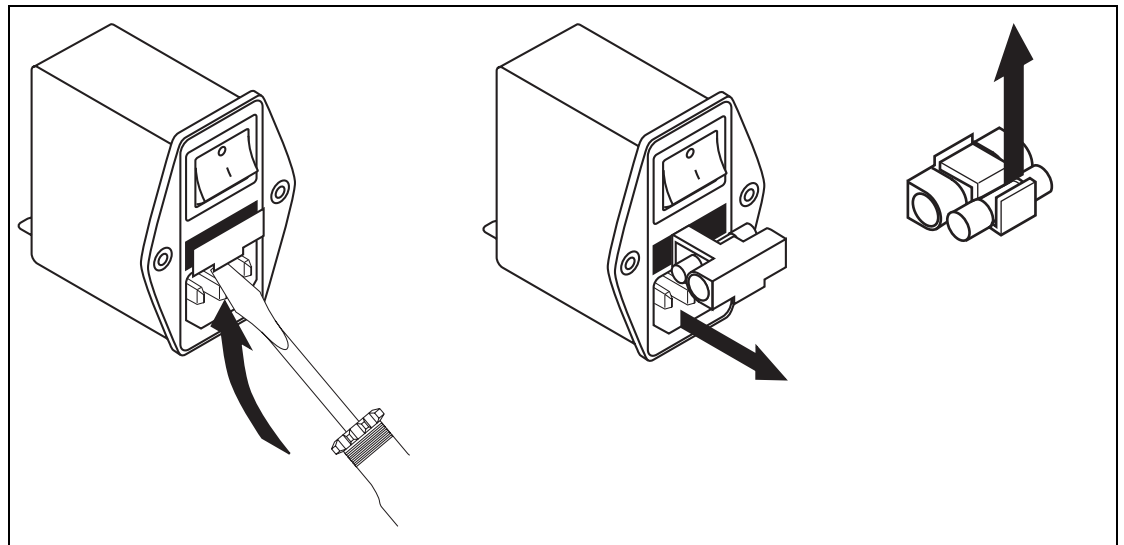

Bild W-2 Netzanschluß mit Spannungswähler und Schmelzeinsatz (Sicherung)
**Um den Schmelzeinsatz zu wechseln, gehen Sie folgendermaßen vor (siehe Bild W-2):**